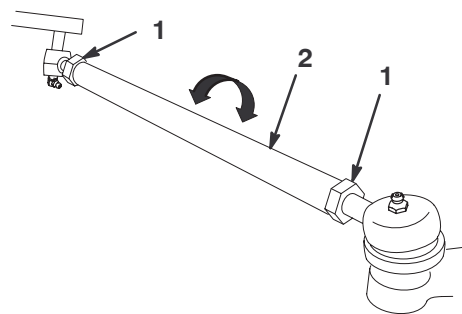

**Figure 36**
2. Mesurez la distance entre les roues avant à hauteur d'essieu, à l'avant et à l'arrière des roues (Fig. 36). Un gabarit ou un compas à verges est nécessaire pour mesurer l'arrière des roues avant à hauteur d'essieu. Utilisez le même gabarit ou outil pour mesurer précisément l'avant des roues avant à hauteur d'essieu (Fig. 36).